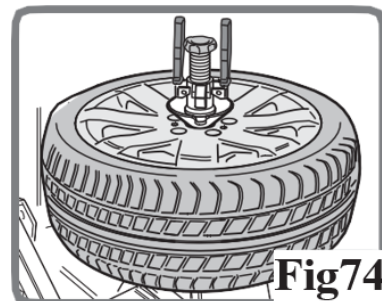

Fig74
1. Sørg for, at hjulet med dækket er sikkert fastspændt på drejeskiven med centreringshåndtaget (Fig74).